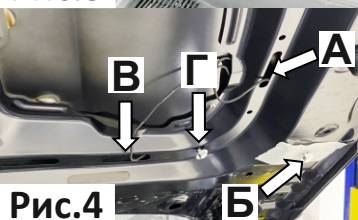

Рис.4
4. Аналогично завести планку закладную и вкрутить болты с другой стороны автомобиля. (Рис.4).